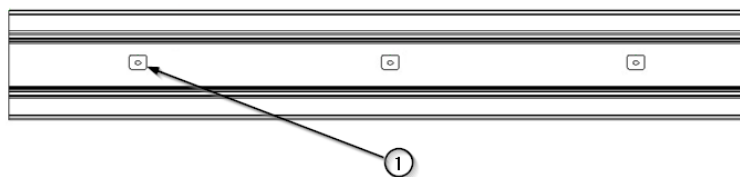

Fig.6 Points d'ancrage de l'équipement ICARUS
- Localisez les points d'ancrage de l'équipement ① indiqués sur le plan d'installation ci-joint (voir Fig. 6).
- Fixez les supports muraux ③ sur lesquels l'équipement doit être suspendu en faisant correspondre le logement de la vis qui fixera l'équipement ② avec les positions indiquées dans la figure 6 pour les points d'ancrage ① comme indiqué dans la figure 7.